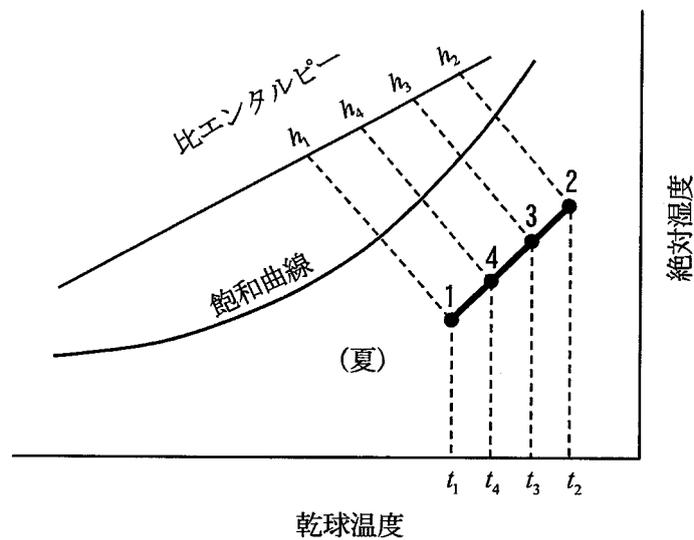
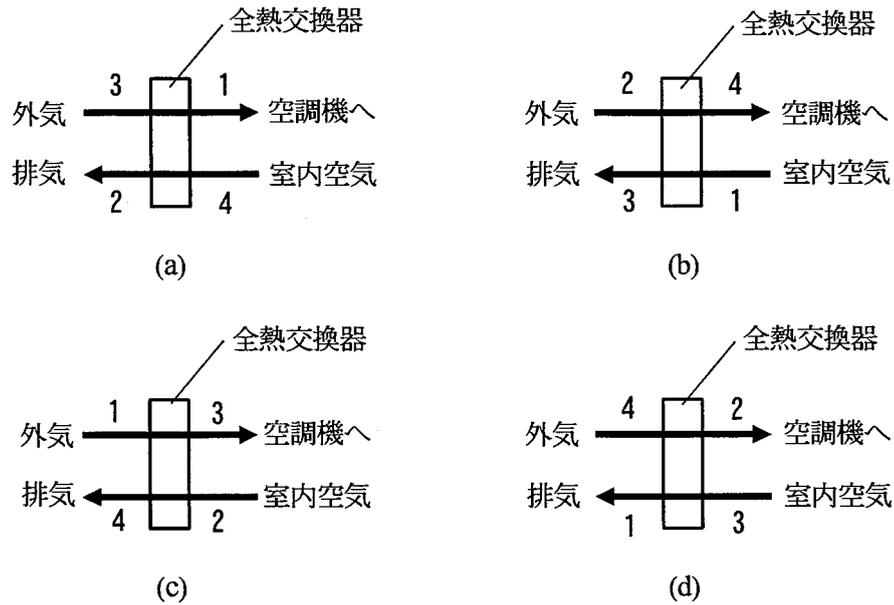

図2
図3
2) 図2は、夏の冷房時に全熱交換器を用いるときの外気と室内空気の状態変化を空気線図上に示したものである。ただし、この状態変化は全熱交換効率と顕熱交換効率が同じ場合のものである。
ここで、図2中の1、2、3、4の点と全熱交換器の出入り空気の関係を示した図は、図3の になる。また、このとき全熱交換効率 $\eta$ は、式 $\eta =$   で示される。